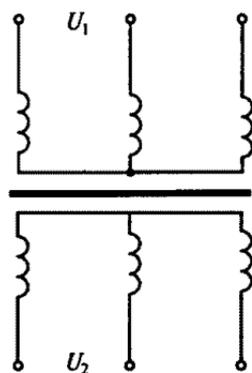

Рис. 177
6.41.Р. Обмотки трехфазного трансформатора на рис. 177 соединены по схеме звезда — звезда. Его номинальные данные: мощность $S_{\text{ном}} = 560$ кВ·А, $U_{1\text{ном}} = 6000$ В, $U_{2\text{ном}} = 400$ В. Плотность тока обмоток $\delta = 8$ А/мм². Каково сечение проводов первичной S_1 и вторичной S_2 обмоток?